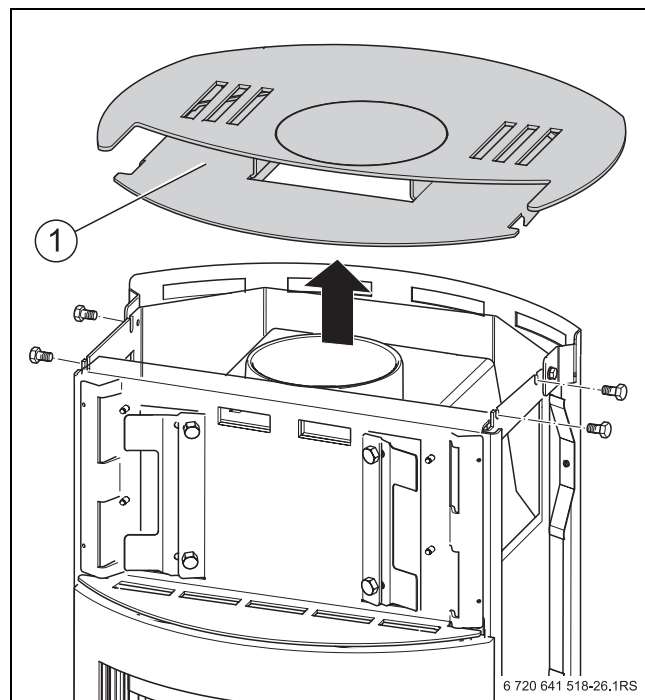

Рис. 17 Демонтаж верхней крышки
- ▶ Установите и закрепите винтами верхнюю крышку (→ рис. 17, [1]).